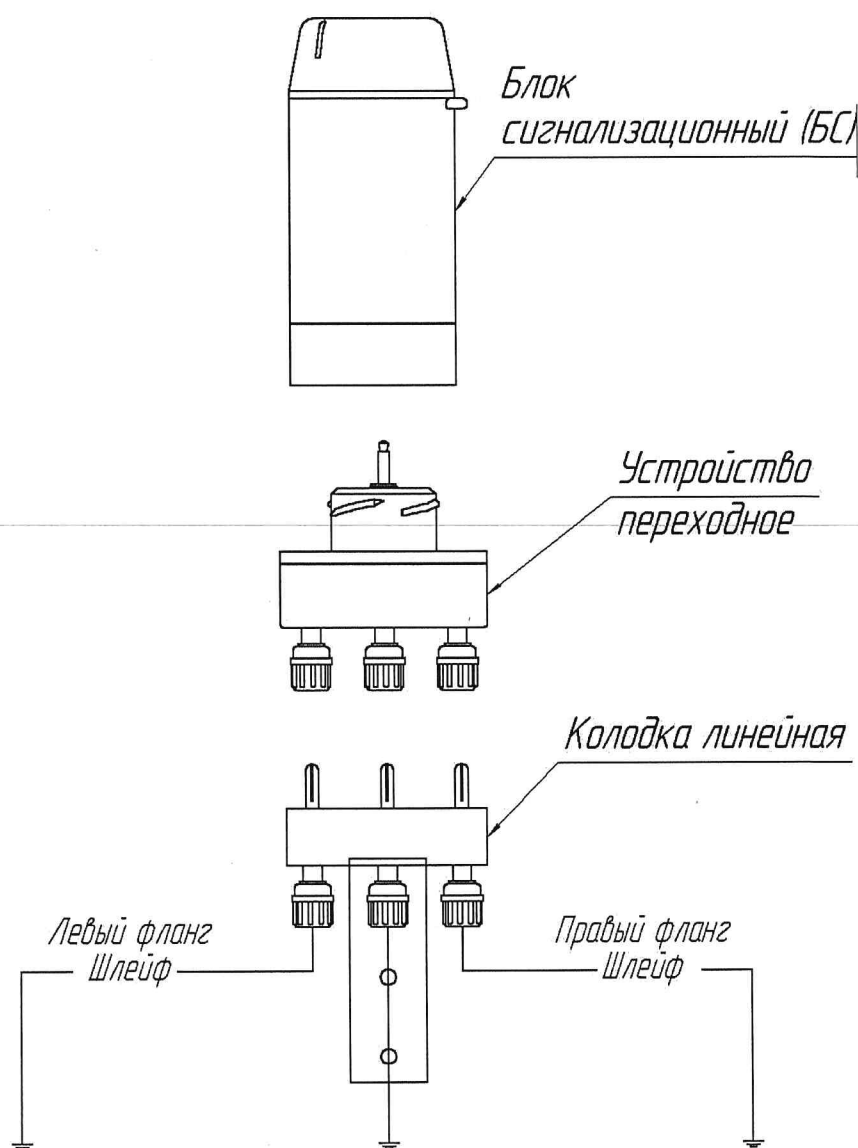

Рисунок 2.1 – Подключение линейной части прибора «КРИСТАЛЛ-М»
2.6.5 Соединить колодку линейную и переходник, подключить блок сигнализационный к переходнику (рисунок 2.1).